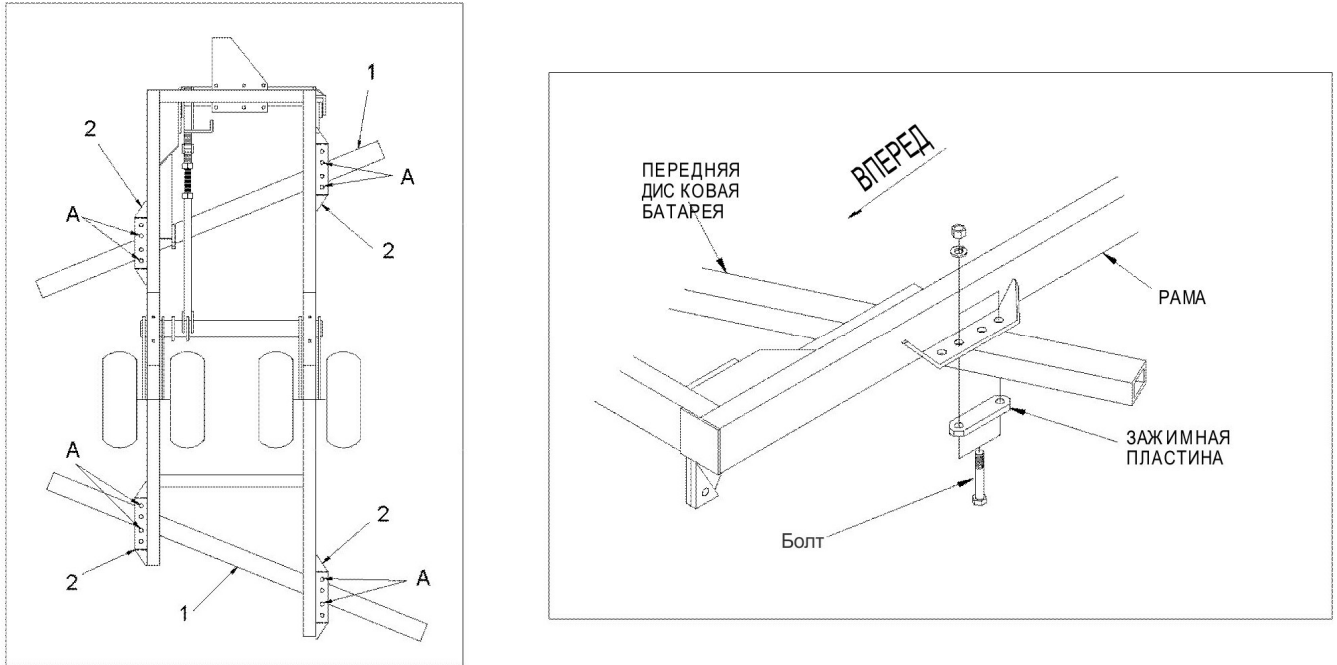
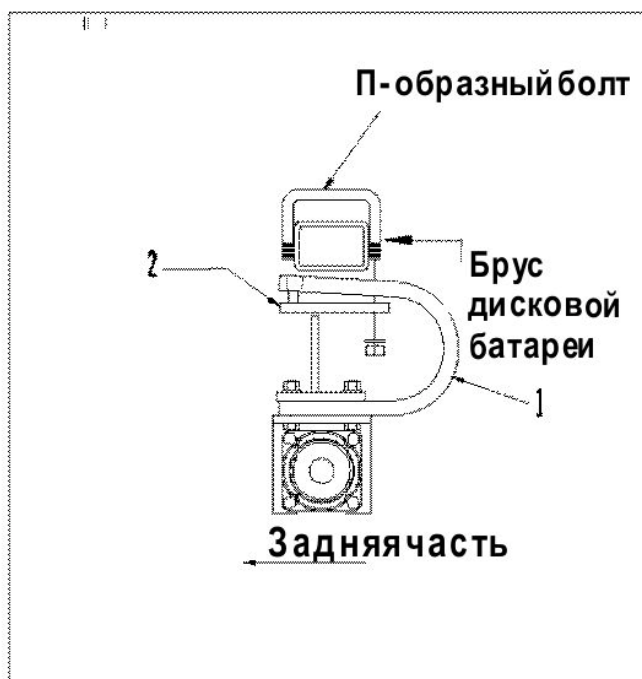

Рис. 5 Установка брусьев дисковых батарей
Рис. 7 Закрепление батареи на брус
Подсоединить каждый брус дисковой батареи к монтажному кронштейну 2 (рис. 5), зажимных пластин и двух болтов с каждой стороны рамы. Начать с установки брусьев дисковых батарей на средний угол при помощи отверстий, стрелка А. В это время не затягивать болты.
Если ваша дисковая борона оснащена пружинным кронштейном Stone Flex подшипников батареи, то передняя и задняя батареи определяются по отверстию в кронштейне. Если диски правильно ориентированы, открытый конец кронштейна смотрит на заднюю часть дисковой бороны, см. рис. 7. Также определить переднюю и заднюю батареи поможет тот факт, что при правильном расположении дисковых батарей дисковые лезвия всегда располагаются вогнутой стороной вперёд по ходу движения (рис. 5).
б) ЗАДНИЕ ДИСКОВЫЕ БАТАРЕИ - Подкатить задние дисковые батареи под задний брус. Подсоединить каждый кронштейн подшипника, стрелка 1 (рис. 7), к нижней части бруса дисковой батареи одной (1) пластиной крепления, стрелка 2, и двумя П-образными болтами. Убедиться, что штифт на пластине крепления вставлен в паз на кронштейне. Оставить П-образные болты ослабленными.
с) ПЕРЕДНИЕ ДИСКОВЫЕ БАТАРЕИ - Подкатить передние дисковые батареи под передний брус. Подсоединить каждый кронштейн подшипника, стрелка 1 (рис. 7), к нижней части бруса дисковой батареи одной пластиной крепления, стрелка 2, и двумя П-образными болтами. Убедиться, что штифт на пластине крепления вставлен в паз на кронштейне. Оставить П-образные болты ослабленными.
После регулировки батарей необходимо затянуть крепление брусьев к раме усилием в 1139 Н·м, как показано на рис. 5.